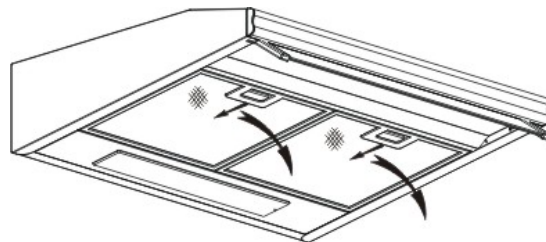

Fig. 7
- Enlevez les filtres selon les instructions de la fig. 7.